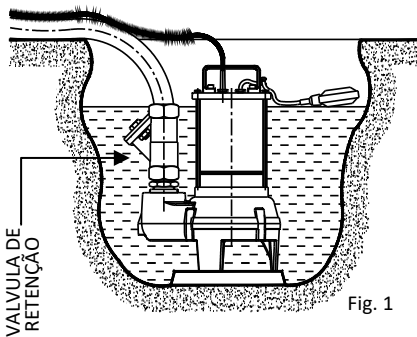

Fig. 1
- If the bottom of the well or the surface on which the pump rests is uneven and there is the possibility of stones, debris, mud, etc., accumulating there, lay a level raised supporting base (Fig. 1).
- To avoid the backflow of liquid from the discharge manifold, install a check valve after the pump delivery outlet (Fig. 1).
- Se o fundo do poço ou da superfície de apoio da bomba for irregular e houver a possibilidade de acumulação de seixos, detritos, lama, etc., crie uma base de apoio regular e elevada (Fig. 1).
- A fim de evitar o refluxo do líquido proveniente do colector de descarga, instale uma válvula de retenção depois da remessa da bomba (Fig. 1).